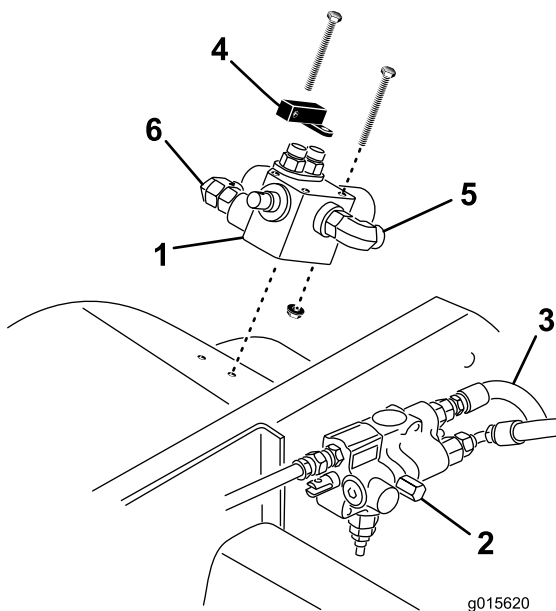

Figura 4
4. Monte a válvula de controlo e a alavanca de inclinação no guarda-lamas direito com os 3 parafusos (1/4 x 2-3/4 pol.) e porcas flangeadas de 1/4 pol. como se mostra na Figura 4.
5. Coloque um recipiente de escoamento debaixo da válvula de elevação (Figura 4).
6. Desligue o tubo de direção (Figura 4) da porta traseira superior da válvula de elevação.
7. Ligue o tubo de direção (da porta “P” da válvula de elevação) ao encaixe de 90 graus no lado do operador da válvula de controle (Figura 4).
8. Ligue o tubo hidráulico com um encaixe reto e o encaixe de 45 graus à porta “P” da válvula de elevação e ao encaixe de 90 graus no lado exterior da válvula de controle (Figura 4).